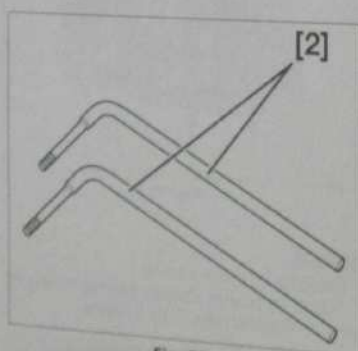

Fig. 80
- [1]: Levier de décollement pour culasse (réf : 149-T) (Fig.80).